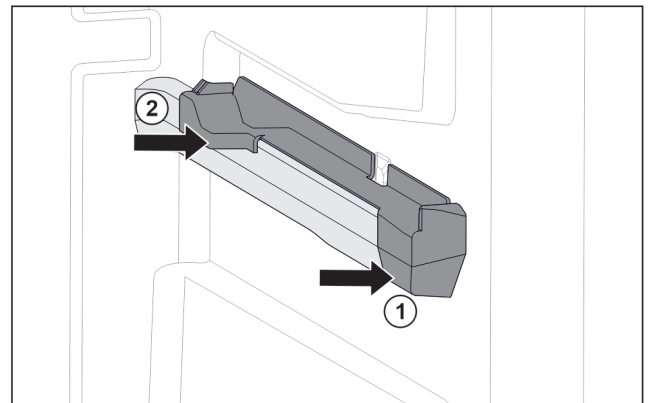

Fig. 148 Insteekelement op rechter containerrib
- ▶ Insteekelement voor tegen containerrib plaatsen. Fig. 148 (1)
- ▶ Insteekelement achter aandrukken. Fig. 148 (2)